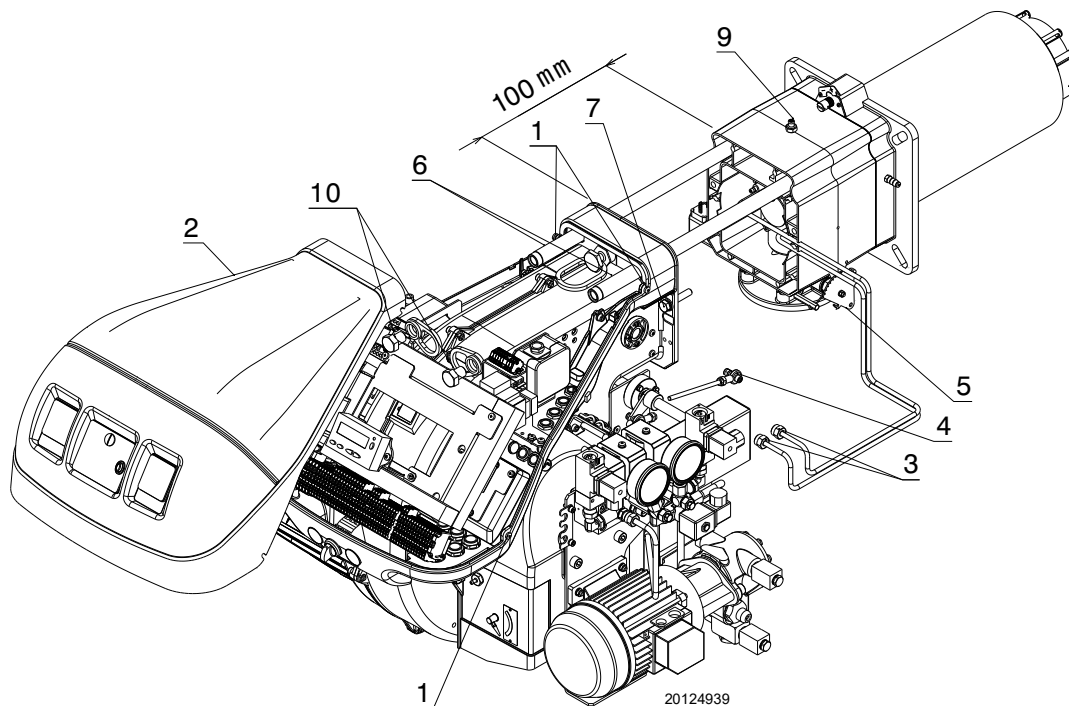

Abb. 57
- Lösen Sie die 4 Schrauben 1)(Abb. 57) und entfernen Sie die Verkleidung 2);